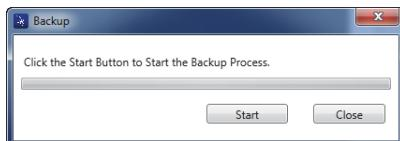

图 7-25 备份对话框（开始）
- 出现 Backup (备份) 对话框 (参见第 194 页的图 7-25)。